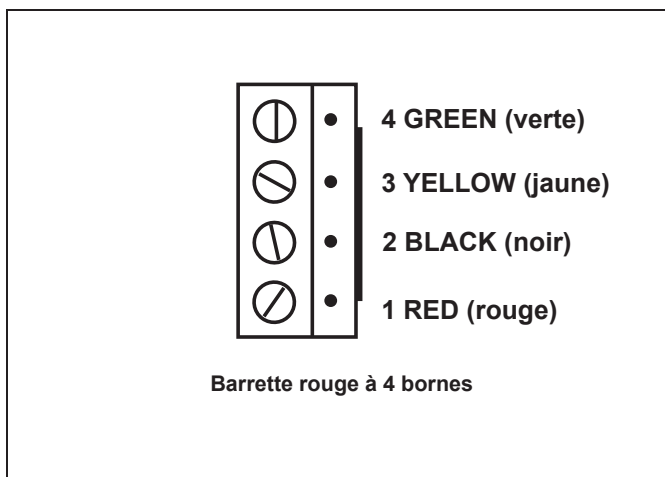

Figure 5. Câblage RS-485
2. Brancher quatre (4) câbles différents à chaque terminal (Figure 5).